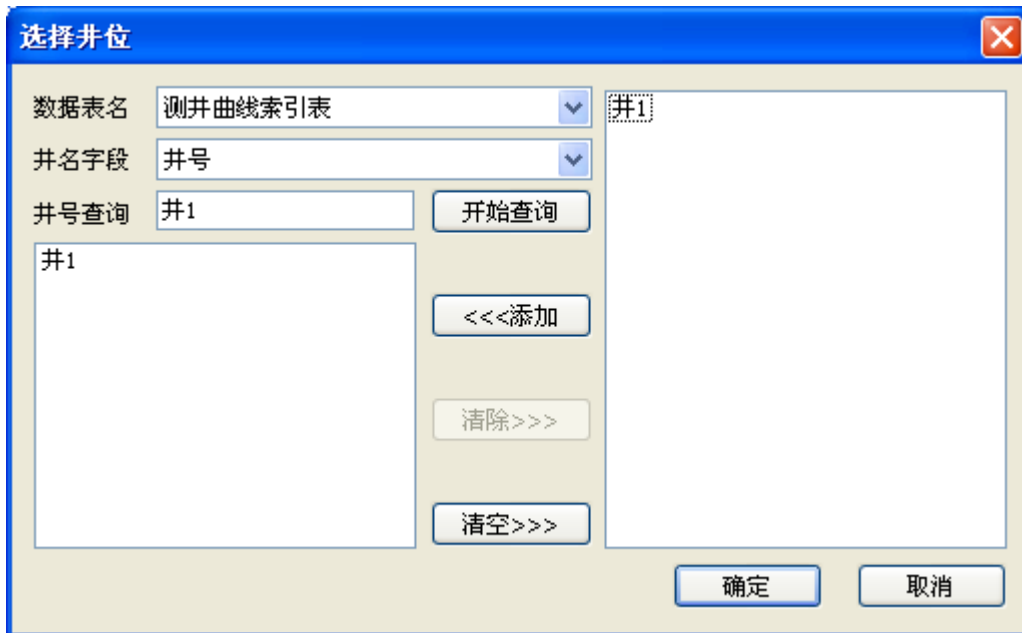

图 21
d. 单击左键选择井位，然后单击 **<<<添加**（或左键双击该井，也可完成井位的添加操作），此时在左侧窗口中则显示添加的井位。（如图 21），单击 **清除>>>** 可清除选择的单个井位（或左键双击此井，也可完成选中井位的清除）。单击 **清空>>>** 则清除所有已添加的井位，选择好井位后单击 **确定**。（这里我们只选择井 1）